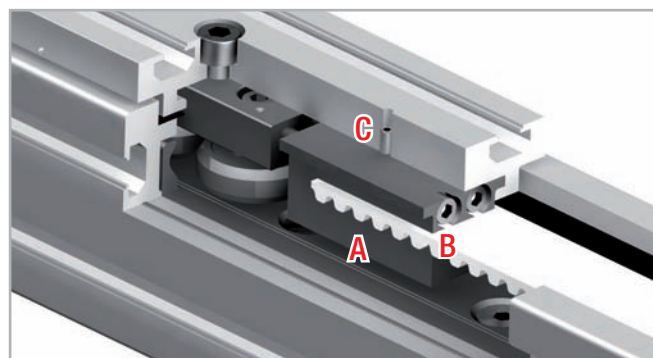

Fig. 59
1. Allentare le viti di sicurezza C (in alto sul cursore) dell'unità di tensionamento della cinghia A (vedi fig. 59).